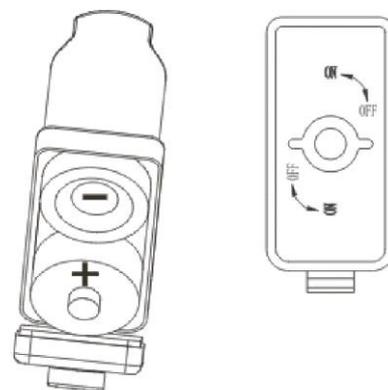

Fig. 8
- No confunda los extremos positivo y negativo de las baterías (véase la Fig. 8).